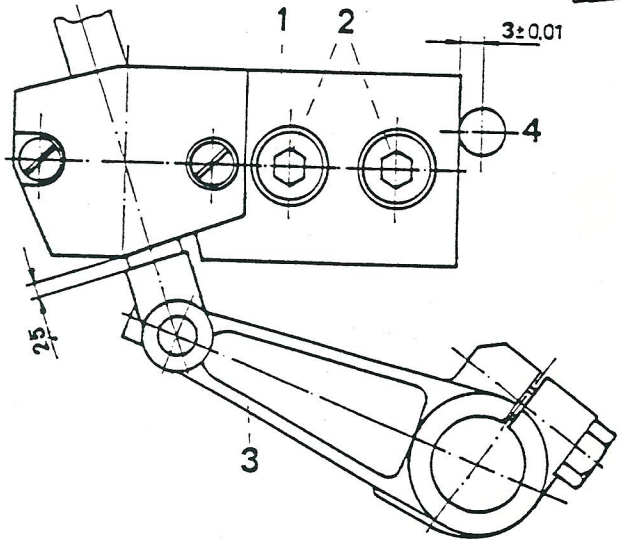
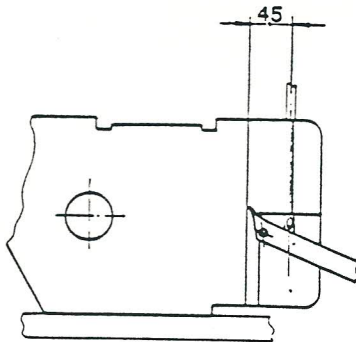

Abb. 5
Abb. 9
- Zur Einstellung des Obergreiferlagers 1 den Zylinderstift 4 in die Bohrung stecken, das Lager an den Zylinderstift schieben und mittels Schrauben 2 fixieren. (Abb. 5)
- Im linken Umkehrpunkt des Obergreifers wird der Hebel 3 so verdreht, daß sich ein Maß von 2,5 mm ergibt, damit ist das äußere Obergreifergetriebe grob eingestellt. (Abb. 5)
- im linken Umkehrpunkt des Obergreifers durch Verdrehen des Hebels 3 (Abb. 5) das Maß 4,5 mm (Abb. 9) einstellen.